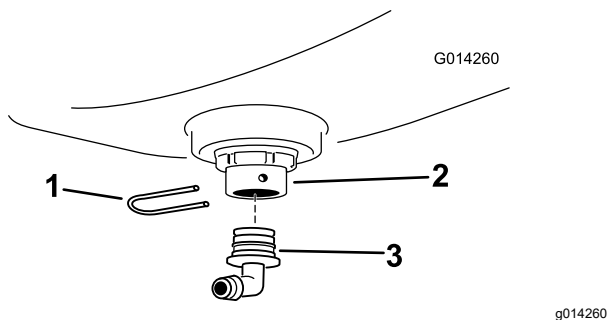

Figura 12
- G. Montate il raccordo dentellato a 90° sul diaframma e fissatelo con un fermo (Figura 12).